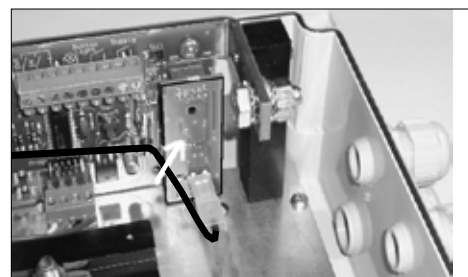

Abb. 4.8.1.d
6. Fixieren Sie die Antenne mit Kabelbindern, wie in Abb. 4.8.1.b zu sehen. Stellen Sie sicher, dass die Antenne frei ist von den anderen Komponenten in dem Kasten. Falls nicht, biegen Sie diese etwas.